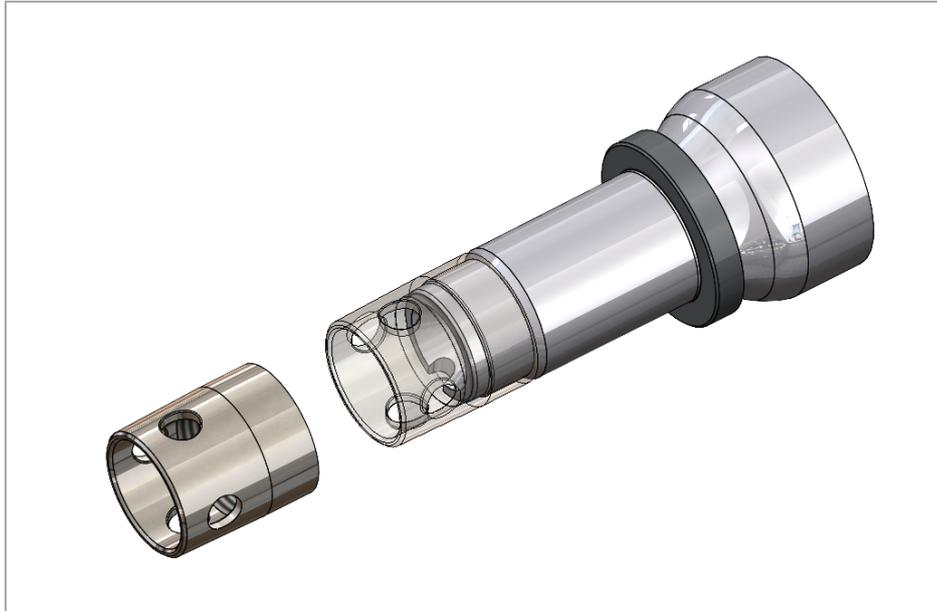

Рис. 15. Установка муфты защиты на резьбу цапфы.
1) Установите муфту защиты на резьбу цапфы (рис. 15).